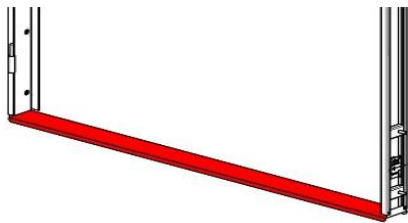

Figure 1.
4. Supprimez le seuil temporaire (Figure 1).